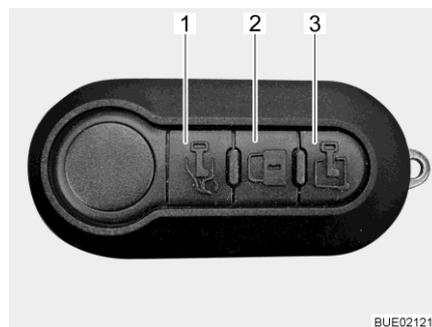

Bild 50 Multifunktionale Fernbedienung (3 Tasten)
- Fahrertür entriegeln: ■ Taste  (Bild 50,1) einmal kurz drücken. Die Fahrertür ist entriegelt.
- Eingangstür entriegeln: ■ Taste  (Bild 50,3) einmal kurz drücken. Die Eingangstür ist entriegelt.
Alle Türen verriegeln: ■ Taste  (Bild 50,2) einmal kurz drücken. Alle Türen sind verriegelt. Wenn beim Verriegeln eine oder mehrere Türen nicht ordnungsgemäß geschlossen sind, blinken die Fahrtrichtungsanzeiger (Blinker) schnell.